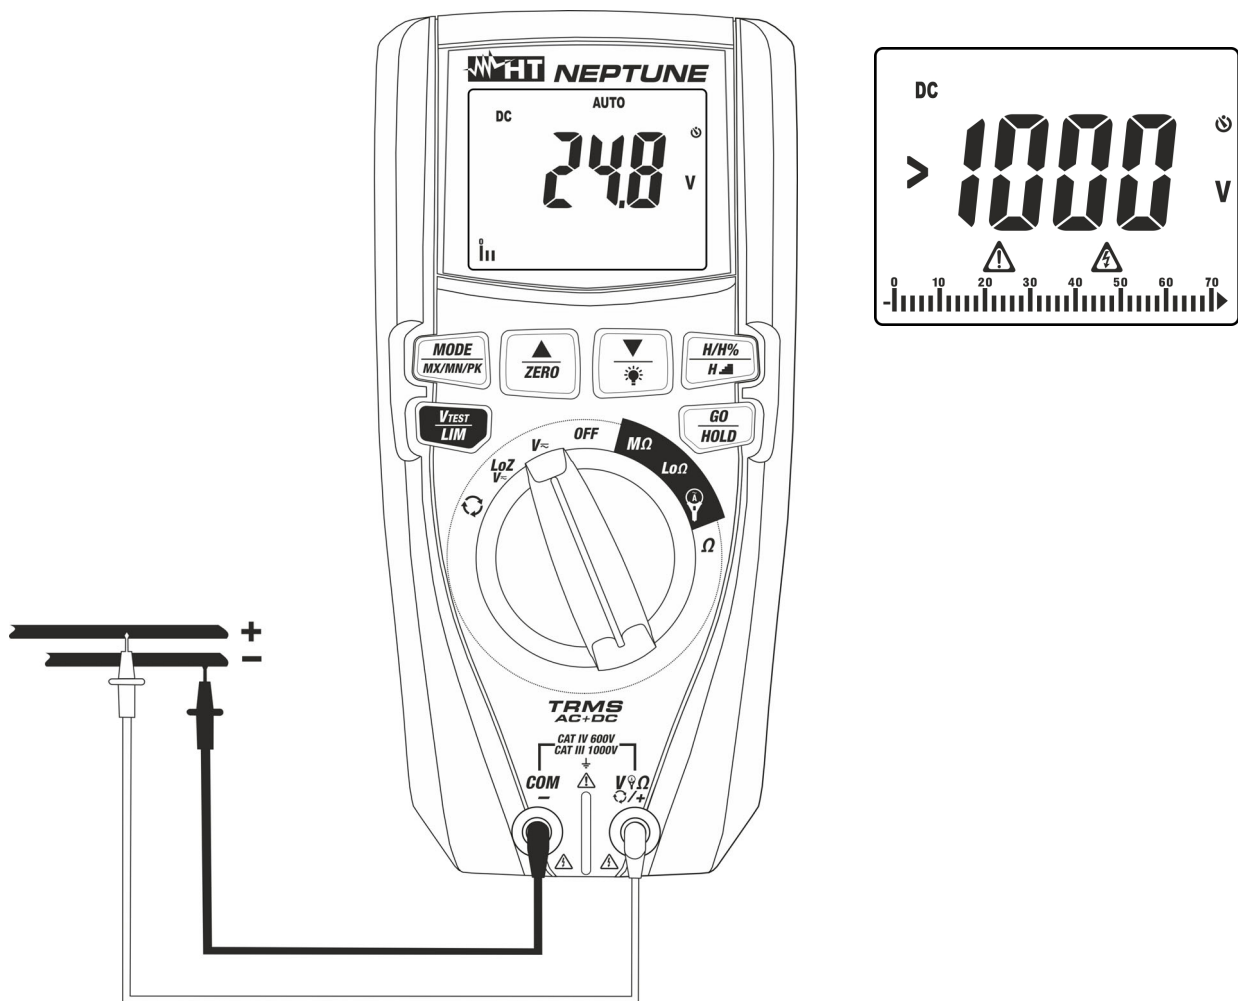
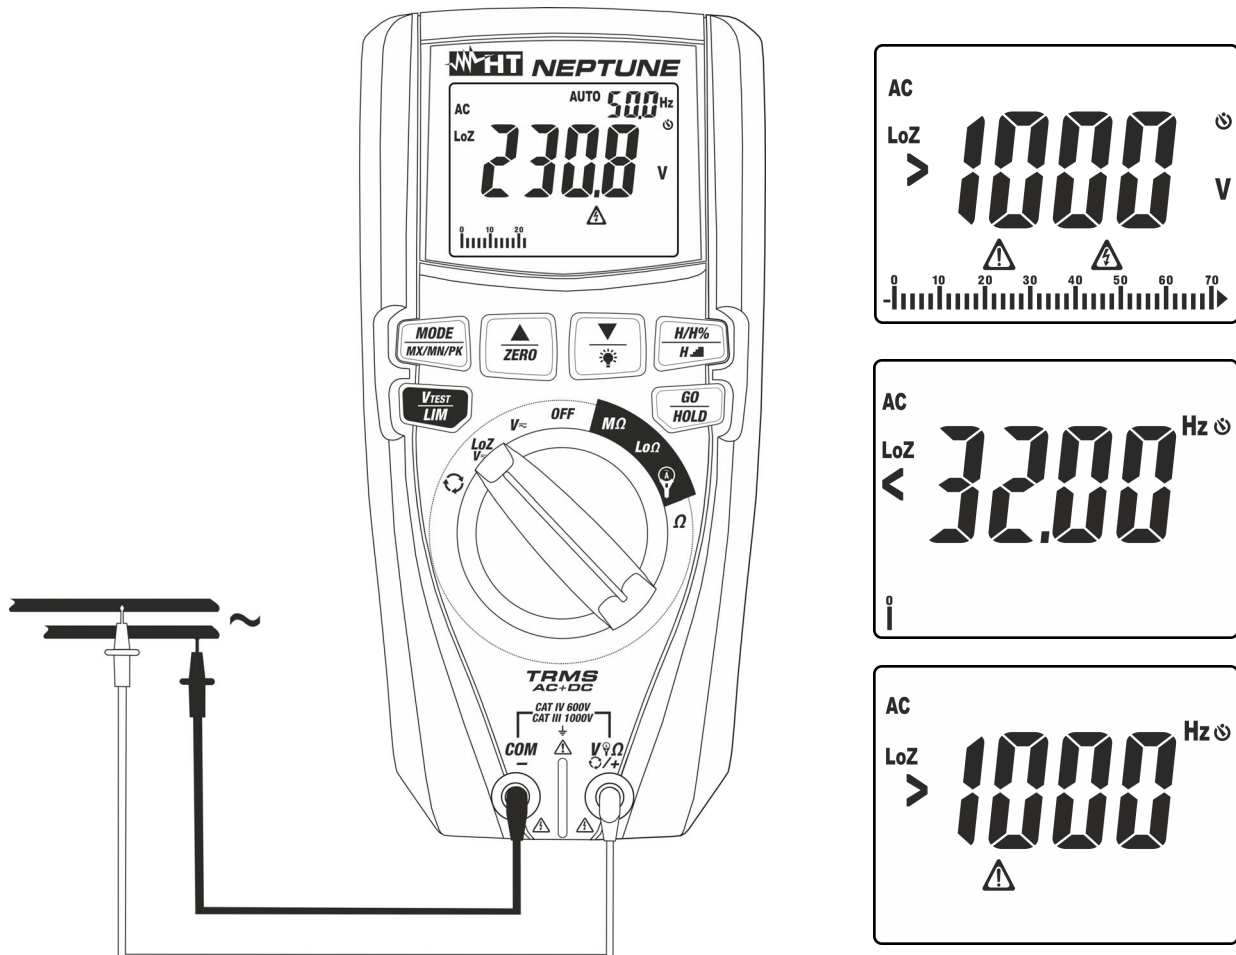

Fig. 6: Uso del instrumento para medida de Tensión CC
Fig. 8: Uso del instrumento para medida de Tensión CA/CC con función LoZ
3. Posicione la punta roja y la punta negra respectivamente en los puntos a potencial positivo y negativo del circuito en examen (ver la Fig. 6). El valor de la tensión se muestra en el visualizador
4. Si en el visualizador se muestra el mensaje ">1000V" (ver la Fig. 6) se ha alcanzado el fondo escala del instrumento
5. La visualización del símbolo "-" en el visualizador del instrumento indica que la tensión tiene sentido opuesto respecto a la conexión de Fig. 6.
4. Posicione la punta roja y la punta negra respectivamente en los puntos del circuito en examen (ver la Fig. 8) para la medida de tensión CA o bien en los puntos a potencial positivo y negativo del circuito en examen (vea el Fig. 6) para medida de tensión CC. El valor de la tensión se muestra en el visualizador. En la parte superior derecha del visualizador se muestra el valor de la frecuencia de la tensión. Pulse la tecla **MODE/MX/MN/PK** para visualizar el valor de la frecuencia con mayor resolución
5. Si en el visualizador se visualizan los mensajes "<32Hz" o ">1000Hz" (vea la Fig. 8) el valor de la frecuencia está fuera del intervalo de medida **32Hz ÷ 1000Hz**
6. La visualización del símbolo "-" en el visualizador del instrumento indica que la tensión tiene sentido opuesto respecto a la conexión de Fig. 6